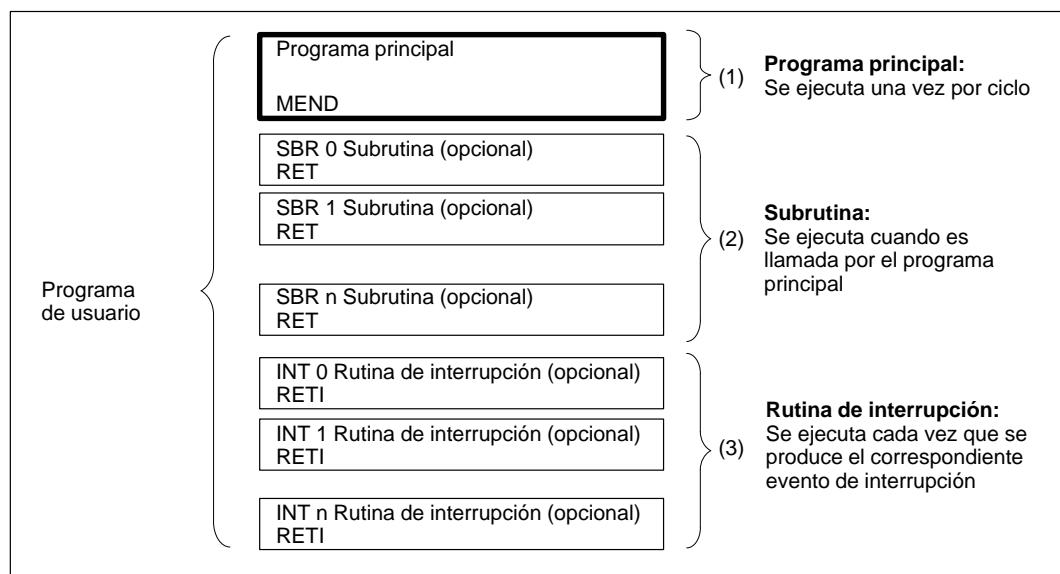

Figura 6-6 Estructura del programa de una CPU S7-200
Los programas para la CPU S7-200 comprenden tres partes básicas: el programa principal, las subrutinas (opcional) y las rutinas de interrupción (opcional). Como muestra la figura 6-6, un programa S7-200 se estructura mediante los siguientes elementos:
- Programa principal: En esta parte del programa se disponen las operaciones que controlan la aplicación. Las operaciones del programa principal se ejecutan de forma secuencial en cada ciclo de la CPU. Para terminar el programa principal, utilice en KOP una bobina absoluta Finalizar programa principal, o en AWL una operación Finalizar programa principal (MEND). Véase (1) en la figura 6-6.
- Subrutinas: Estos elementos opcionales del programa se ejecutan sólo cuando se llaman desde el programa principal. Se deben añadir siempre al final del programa principal (detrás de la bobina absoluta Finalizar programa principal en KOP o detrás de la operación MEND en AWL). Utilice siempre una operación Retorno absoluto (RET) para terminar cada subrutina. Véase (2) en la figura 6-6.
- Rutinas de interrupción: Estos elementos opcionales del programa se ejecutan cada vez que se presente el correspondiente evento de interrupción. Se deben añadir siempre al final del programa principal (detrás de la bobina absoluta Finalizar programa principal en KOP o detrás de la operación MEND en AWL). Utilice siempre una operación Retorno absoluto desde rutina de interrupción (RETI) para terminar cada rutina de interrupción. Véase (3) en la figura 6-6.